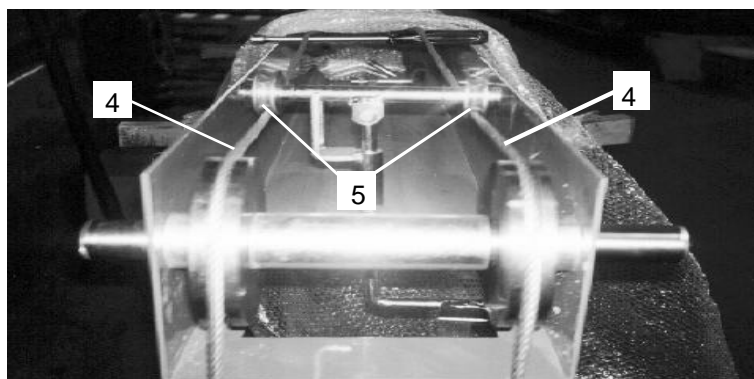

Fig. 43b
- 2 - Verificare che le funi (4) siano alloggiate correttamente nella parte inferiore all'interno delle gole delle due puleggie (5) del sensore (Fig. 43b).
- 2 - Check that the cables (4) are correctly positioned in the lower part inside the races of the 2 sensor pulleys (5) Fig. 43b.